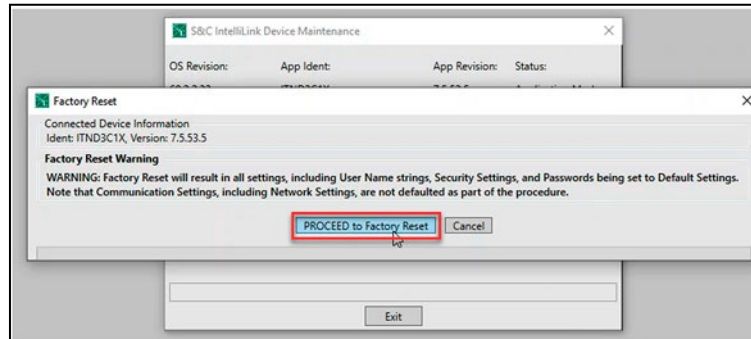

Figura 127. El botón **Proceder al Restablecimiento de Fábrica**.
**PASO 5.** Pulse el botón **Proceder al Restablecimiento de Fábrica** cuando se le solicite. Ver Figura 127.